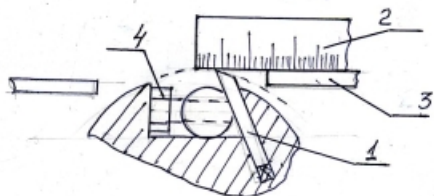

Рис. 4
- Выставить ножи (1) строгального вала при помощи линейки (2) по передней кромке заднего стола (3) и надежно зажать их болтами (4) (Рис.4).
4.2. Строгание, строгание под углом, фугование. (Рис. 4, 5, 6)